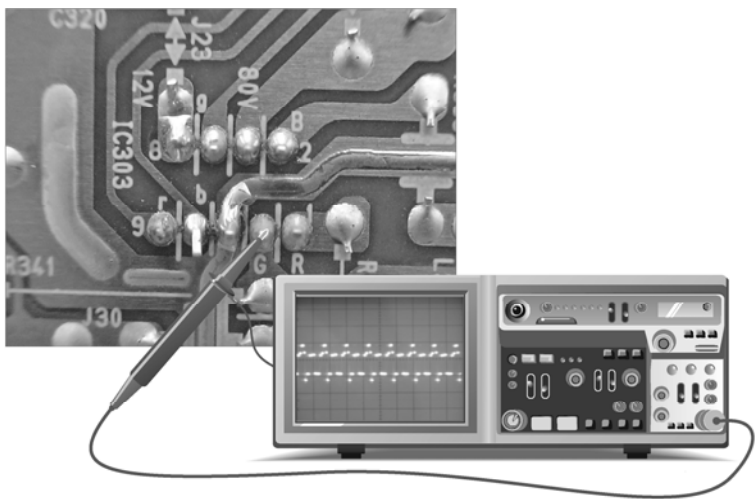

图 2-45 G 输出信号的检测
将示波器探头放到③脚上（引脚下方有 G 标识），对 G 输出信号进行检测，具体操作及测试波形如图 2-45 所示。从如图 2-45 所示可以看出，这个信号与前面测得的 R 输出信号基本相同。